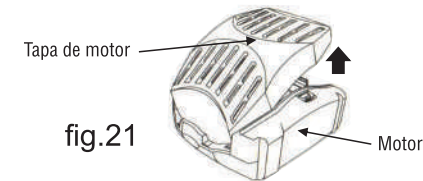

fig.21
- 2- Retire la *tapa de motor* presionando la traba del lado derecho y tirando hacia arriba (fig. 21).
- 2- Retire la *tapa de motor* presionando la traba del lado derecho y tirando hacia arriba (fig.21).